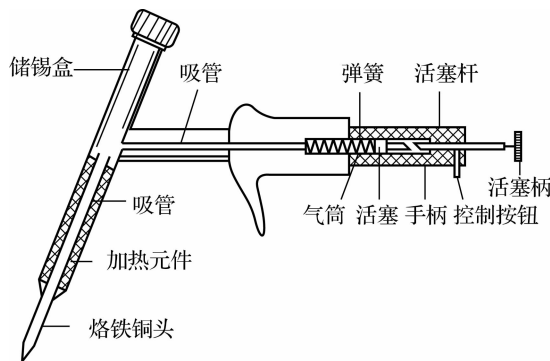

图 3-15 吸锡电烙铁的结构
(4) 吸锡电烙铁。吸锡电烙铁的结构如图 3-15 所示,它主要用于电工和电子技术安装维修中拆换元件。操作时先用吸锡式电烙头加热焊点,待焊锡熔化后,按动吸锡装置,即可把锡液从焊点上吸走,便于拆焊。